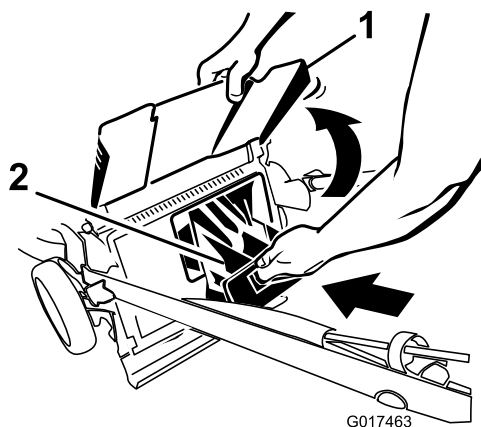
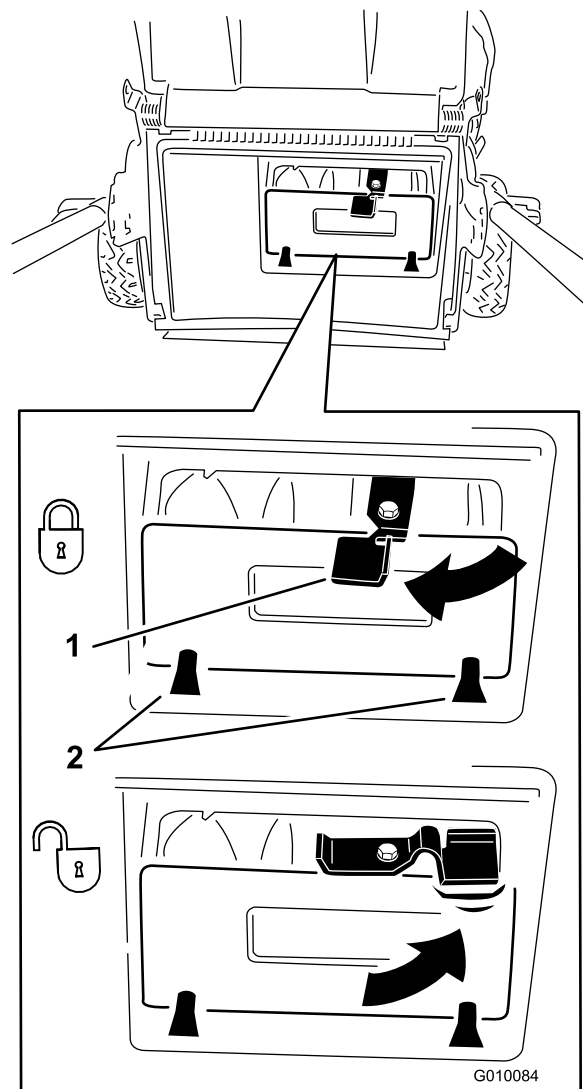

Figure 17
Figure 18
**Important:** Vérifiez que l'obturateur de l'éjecteur arrière est verrouillé en place. Pour verrouiller l'obturateur : relevez le déflecteur d'éjection (Figure 17), appuyez fermement sur l'obturateur jusqu'à ce qu'il s'enclenche en position derrière les pattes, et tournez le levier situé sur l'obturateur vers la gauche (Figure 18).
**Remarque:** Pour déverrouiller l'obturateur, tournez son levier vers la droite (Figure 18).